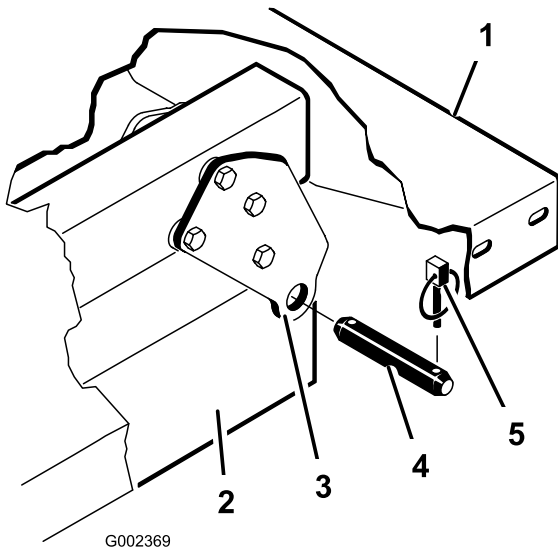

Bild 4
6. Nehmen Sie die Klappstecker und die Lastösenbolzen ab, mit denen die Schwenkhalterungen an den Rahmenkanälen befestigt sind (**Bild 4**).